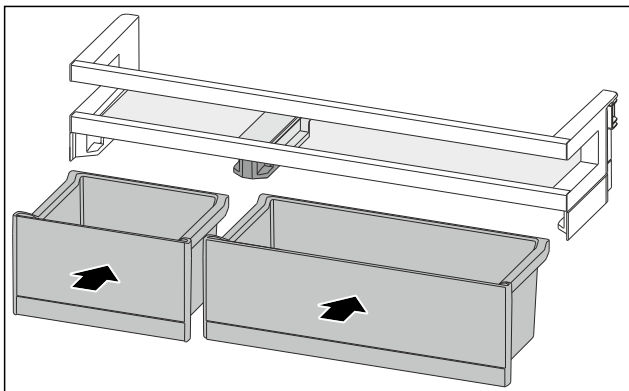

Fig. 88
- ▶ Вставте контейнери VarioBox у змінні положення. (див. Fig. 88)